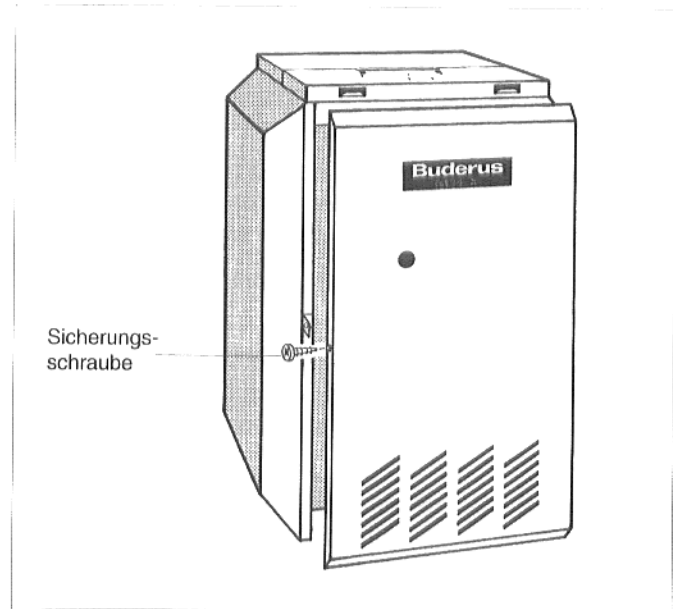

Abb. 7: Kesselvorderwand abnehmen
- Sicherungsschrauben links und rechts in den Seitenwänden herausdrehen (Abb. 7).
- Kesselvorderwand anheben und nach vorne abnehmen (Abb. 7).